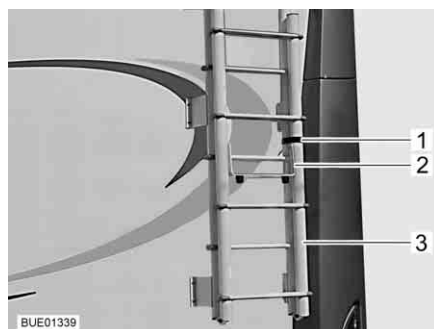

Fig. 2 Échelle repliable, échelle repliée vers le haut
- Détacher la courroie (Fig. 2,1) situé sur l'échelle (Fig. 2,3) à l'arrière du véhicule.
- Déplier l'arceau de protection (Fig. 2,2).